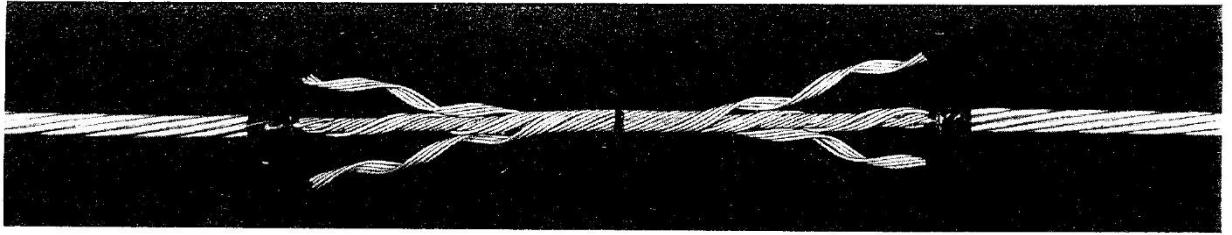

Рисунок 7.
7. Совместите вторую подгруппу с центральной меткой и накрутите на длину в один шаг скрутки с каждой стороны от центра. Точно так же начните накручивать третью подгруппу, затем одновременно полностью накрутите обе подгруппы. (Рисунок 7.)